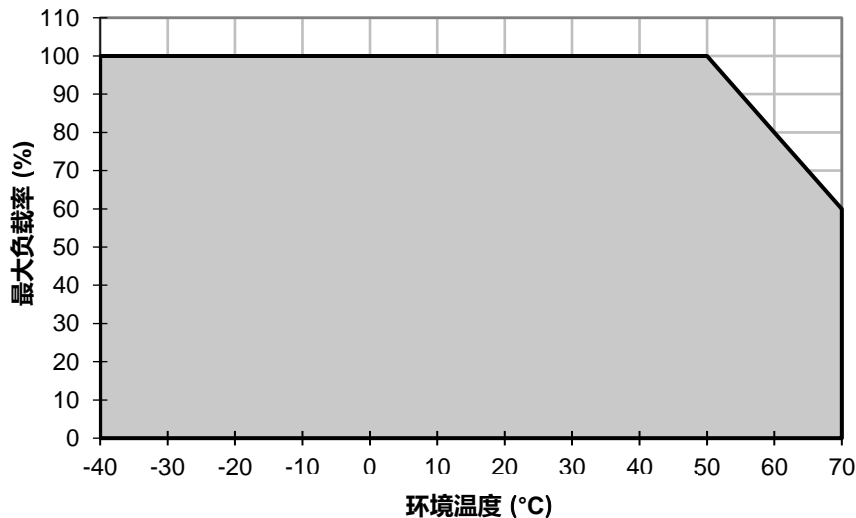
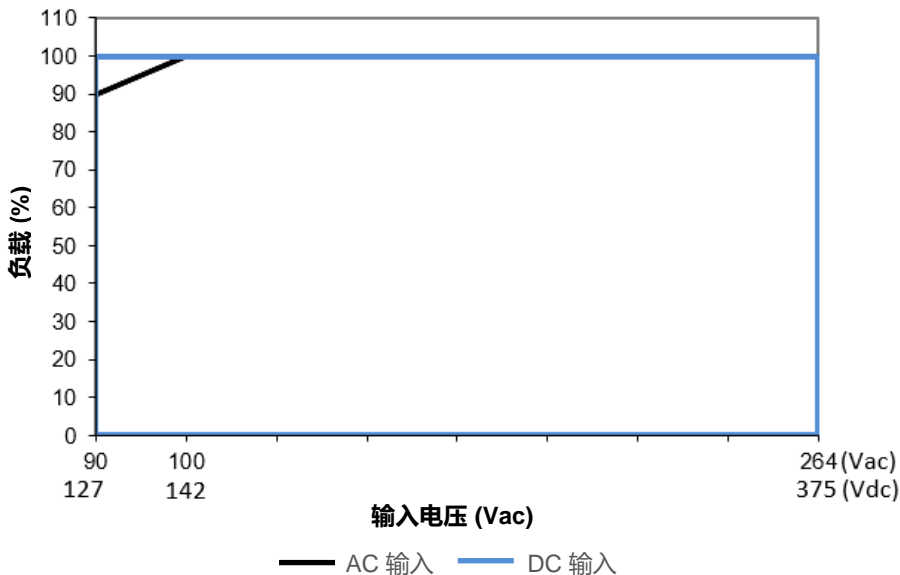

图.1 水平安装功率降额
图.2 AC 输入电压降额
1. 如电源供应器持续在额定功率曲线外区间使用，可导致零部件降级或损坏，参见图 1 图 2。